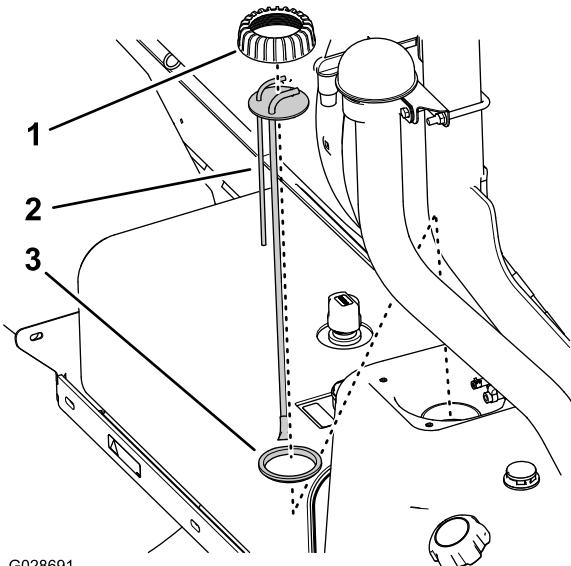

Figure 79
5. Tournez le bouchon du tuyau vertical/transmetteur de carburant dans le sens antihoraire pour le retirer (Figure 79).
| 6. Soulevez et déposez le tuyau vertical/transmetteur de carburant du réservoir de carburant (Figure 79). | |
1. Placez le bouchon sur le tuyau vertical et le tuyau vertical sur le joint (Figure 79).
2. Alignez le bouchon, le tuyau vertical et le joint, et insérez l'ensemble avec précaution dans le réservoir de carburant (Figure 79).
3. Vissez le bouchon sur le goulot du réservoir de carburant et serrez-le à la main (Figure 79).